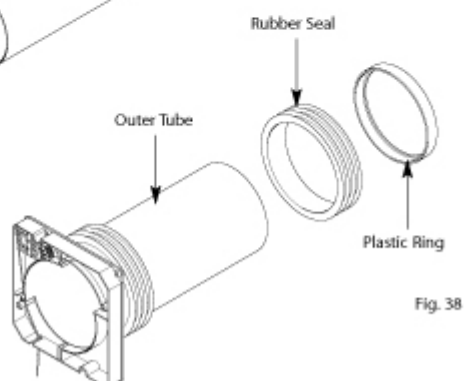

Fig. 38
4. Enlever la rondelle plastique et le joint caoutchouc du tuyau extérieur. (fig38)